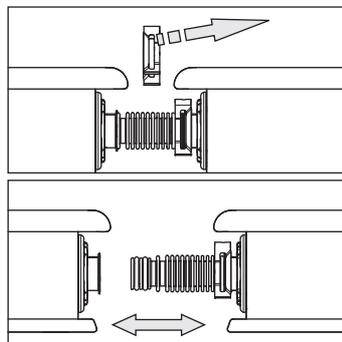
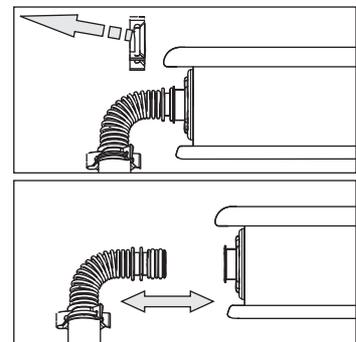

Fig. 3-57 Fase di lavoro 1
Fig. 3-58 Fase di lavoro 2
- Nell'eseguire il passaggio del cavo assicurarsi che non possa affluire l'acqua piovana nel punto di inserimento della sonda (inserire un gocciolatoio vedere fig. 3-57).
1. Premere e sfilare le graffe di fissaggio dalla posizione di arresto (fig. 3-57 e fig. 3-58).
2. Sfilare le curve di collegamento (fig. 3-58).